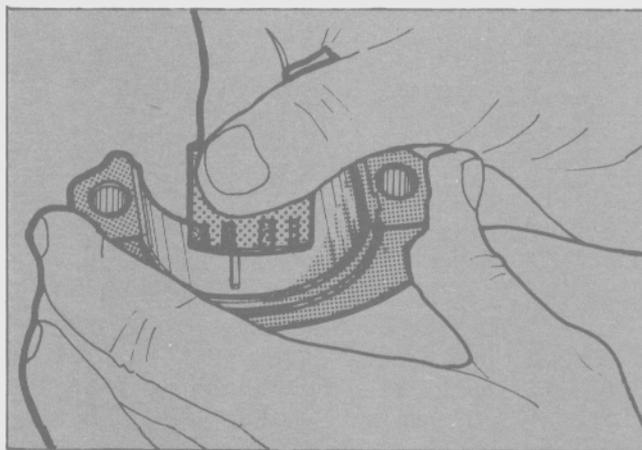

Fig. 62 - Comparación de valores con la escala.
- g) Comparar con qué valor de la escala, impresa en el sobre de plastigage, coincide la porción de éste que aparece adherida al cojinete o muñón del cigüeñal. El juego radial medido debe estar comprendido entre los valores especificados. (Fig. 62).